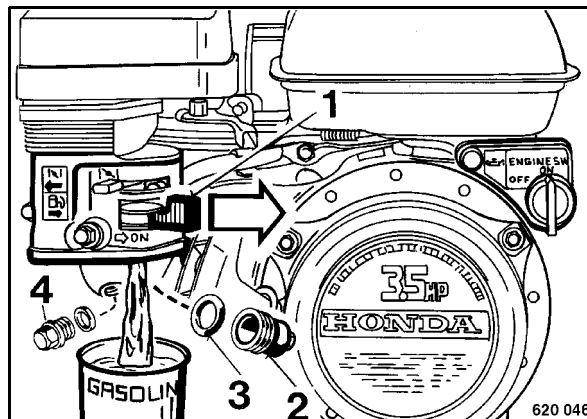

рис. 58
- Открыть топливный кран 1 (рис. 58).
- Отвинтить фильтр осадка на дне бака (2), опорожнить и плотно ввинтить с новым уплотнительным кольцом (3).
- Отвинтить резьбовую пробку сливного отверстия карбюратора (4), слить топливо из карбюратора и снова ввинтить пробку.